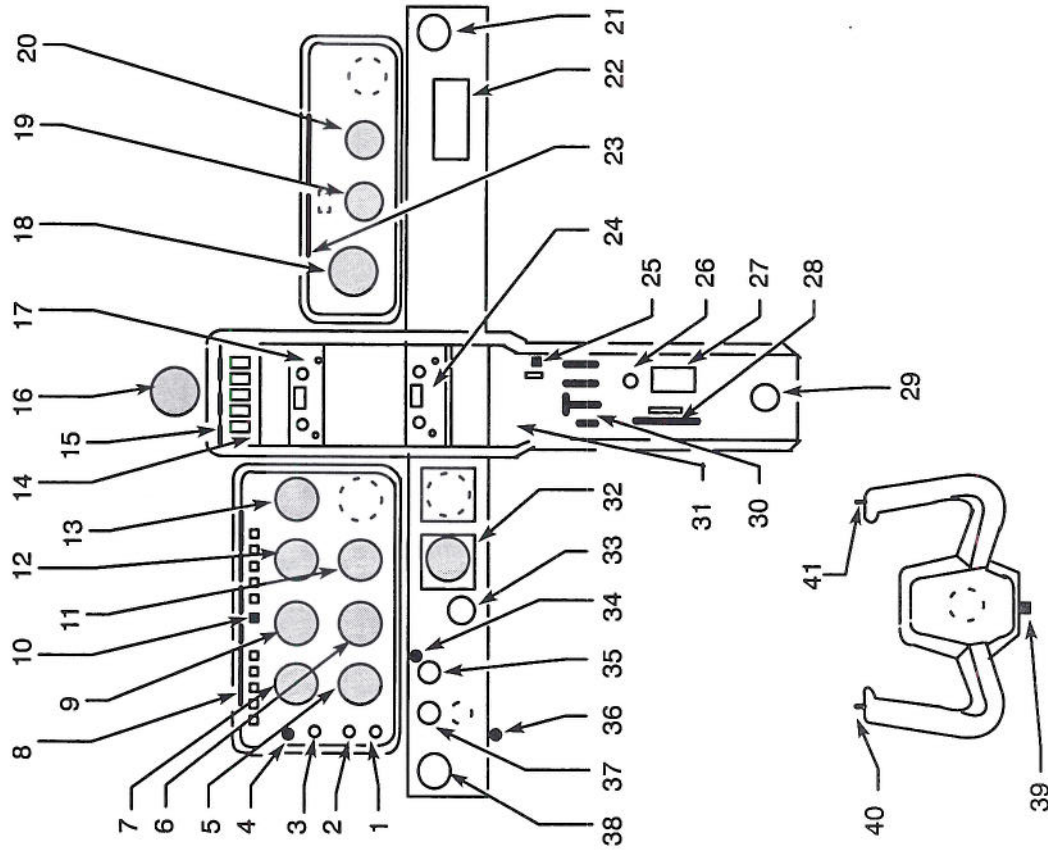

Figure 9.2.3 - EXEMPLE DE PLANCHE DE BORD « VFR » VERSION NARCO
- Voir Figure 9.2.3.
- Plafonniers avant commandés par rotation des plots, modulables par rhéostat "secours". Voir Figure 9.2.3.
- Plafonniers avant commandés et modulés par le rhéostat "secours". Voir Figure 9.2.3.